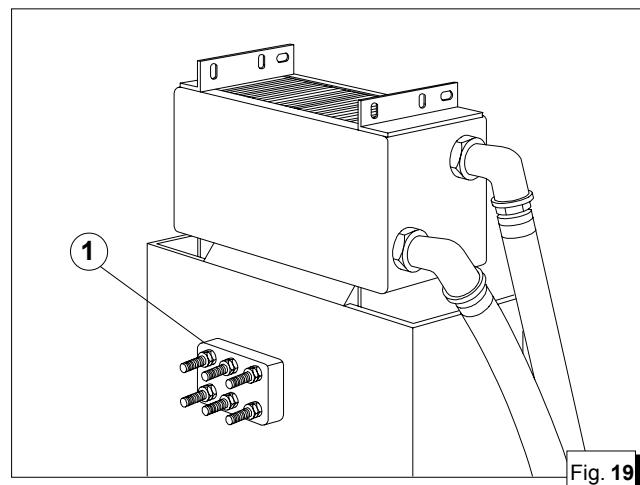

Fig. 19
Questo collegamento  eseguibile tramite la morsettiera di potenza (fig. 19, rif. 1).
This connection can be done through the power terminal board (fig. 19, ref. 1).
Ce raccordement est réalisable grâce au bornier de puissance (figure 19, rèf.1).
- Per ottenere i collegamenti sia in parallelo che in serie utilizzare sulla morsettiera fig. 19 Rif. 1 gli appositi ponticelli dati in dotazione negli accessori del gruppo elettrogeno